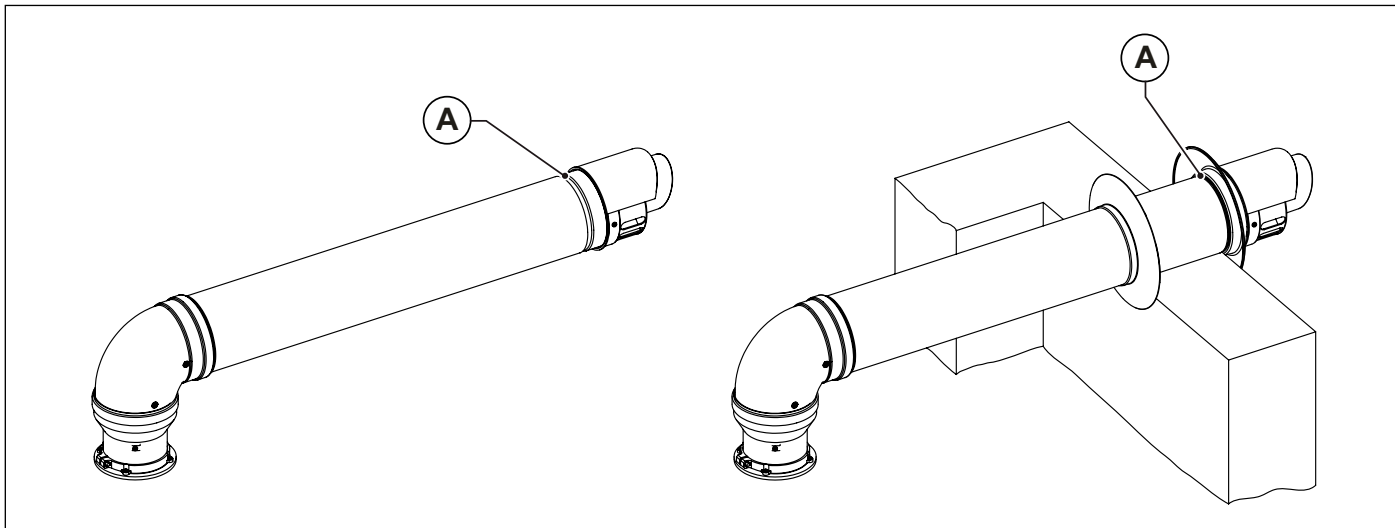

Fig. 15 Installazione terminali a parete
I terminali di aspirazione aria e scarico fumi, sdoppiati e coassiali, nella parte finale sono dotati di una gola (A) per il fissaggio del rosone esterno (vedi Fig. 15 Installazione terminali a parete).